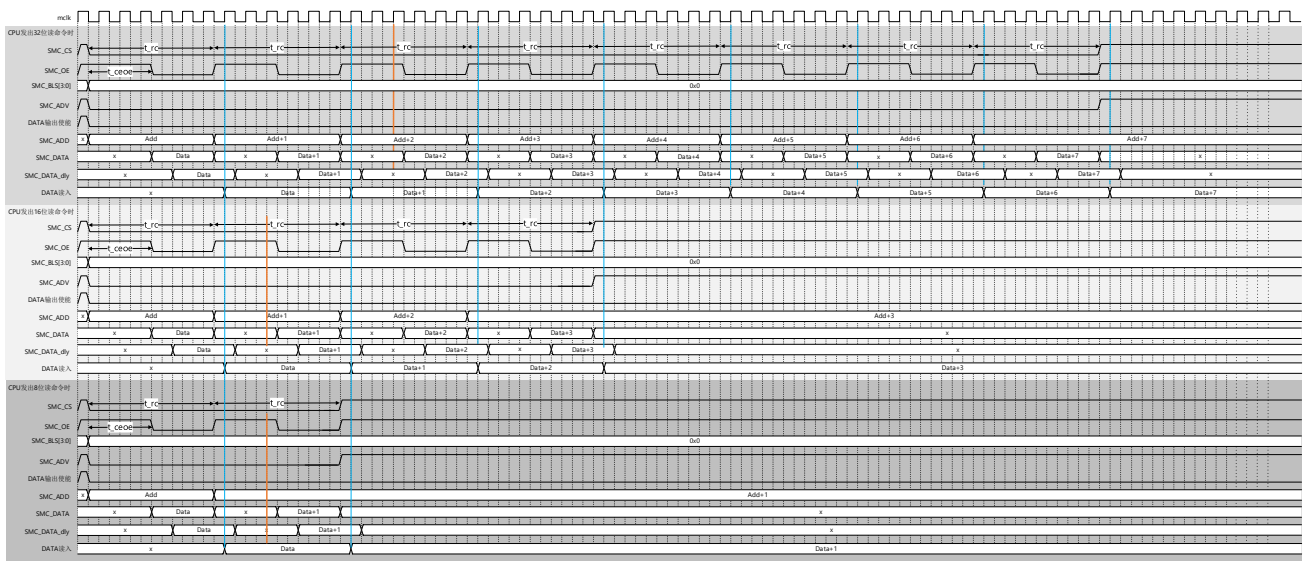
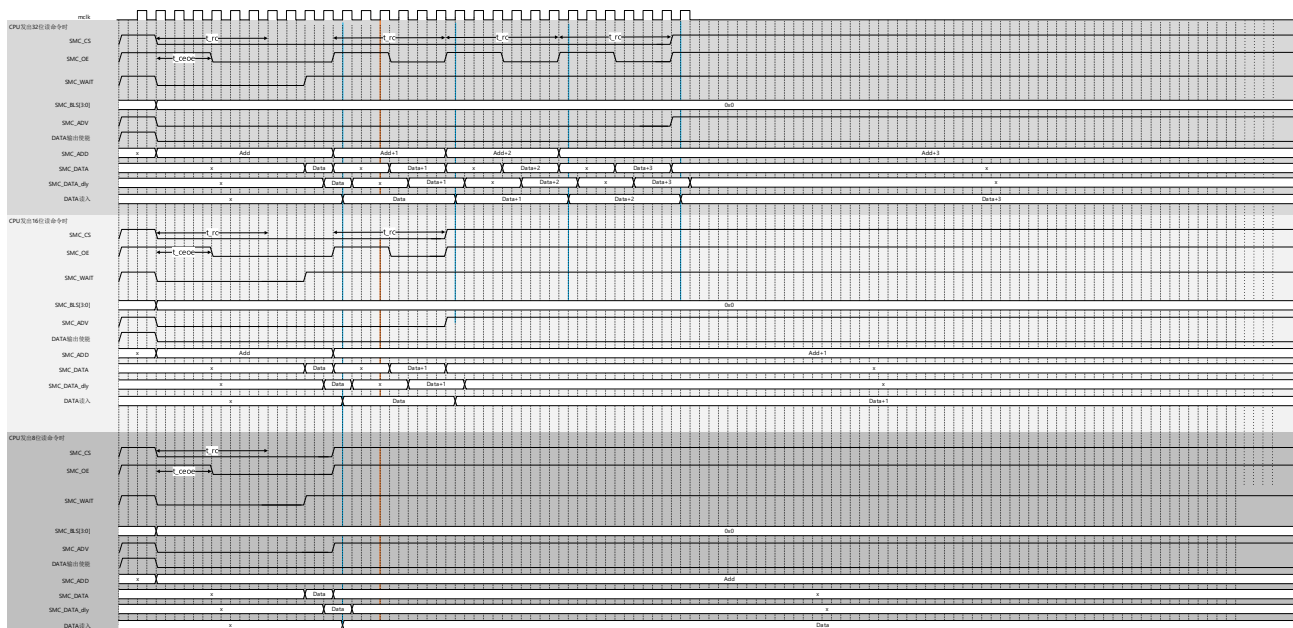

图 39-8 单次读动作基本时序（异步方式 (RSYN=0) &16 位位宽 (MW=01)）
图 39-11 单次读动作基本时序（同步方式（RSYN=1）&32 位位宽（MW=10））
a) 表 39-7 和图 39-8~图 39-11 是单次读动作的基本时序图和设定例。